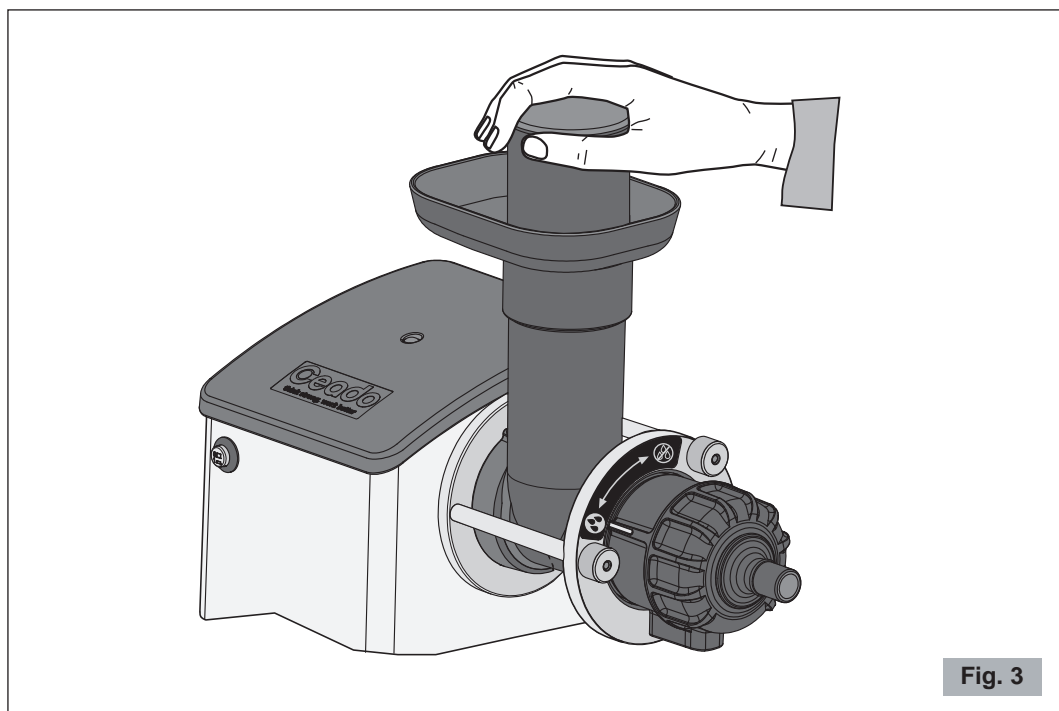

Fig. 3
- 5 Usando il pestello in dotazione, spingere gradualmente la frutta e/o la verdura in fondo al tubo di alimentazione verso la coclea in rotazione (vedere Fig. 3). Per ottenere più succo spingere sempre il pestello lentamente. Non inserire frutta e/o verdura quando il motore è spento.